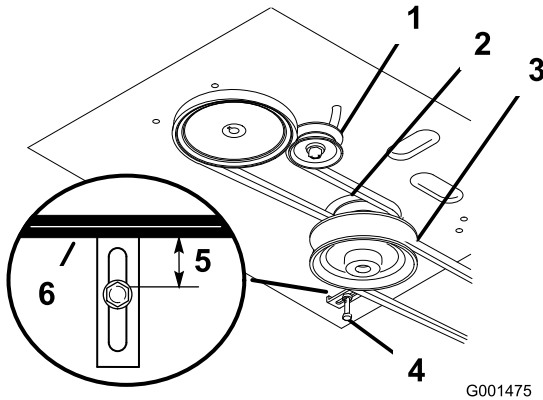

Figura 33
4. Retire la correa del cortacésped (Figura 33).
5. Afloje el perno de pivote lo suficiente para poder desplazar la polea tensora dentro de la ranura, y retire la correa de tracción de las poleas del motor y de la transmisión (Figura 33).
6. Instale la correa nueva alrededor de las poleas del motor y de la transmisión (Figura 33).
7. Desplace la polea tensora respecto al bastidor del motor para tensar la correa de tracción (Figura 33).
8. Instale la correa del cortacésped (Figura 33).
9. Compruebe que la guía de la correa, situada debajo del bastidor del motor, está ajustada correctamente (Figura 33).
- Compruebe que la guía de la correa, situada debajo del bastidor del motor, está ajustada correctamente (Figura 33).